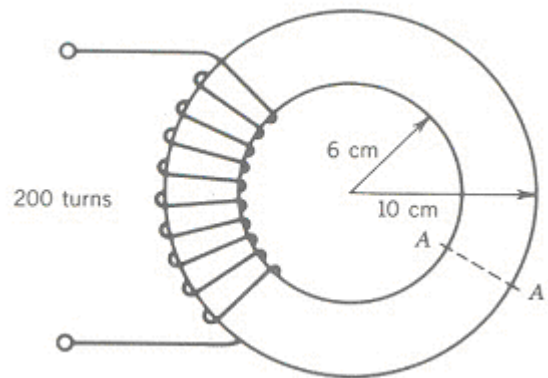

Figura 4 – Circuito magnético para o exercício 3.
3) O núcleo toroidal de seção transversal circular mostrado na Figura 4 é feito de aço fundido (cast steel). Calcule: